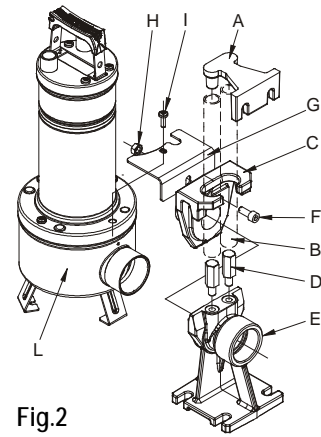

Fig.2
- 4.6 Empalmar el tubo/manguito de impulsión directamente en la boca de la bomba. De utilizarse la bomba en instalaciones fijas, es conveniente empalmarla a la tubería por medio de racor, para facilitar su desmontaje y reinstalación. Si se emplea un manguito, montar en la boca de la bomba un racor portagoma roscado. Poner en la rosca material adecuado para garantizar la efectiva estanqueidad (cinta de teflón o afines). Para las instalaciones fijas se aconseja utilizar el dispositivo de izado DSD2 (disponible sobre demanda - Fig.2), con el fin de facilitar así las operaciones de mantenimiento de la electrobomba. Se insertará entre la boca de impulsión de la electrobomba y la tubería para evitar, en las operaciones de mantenimiento, tener que desmontar el tubo de impulsión. El dispositivo DSD2 está constituido por 8 piezas, más una no suministrada (tubos de 3/4").
Extraer la corredera del pie de acoplamiento y empalmarla a la boca de impulsión de la bomba. Fijar la corredera a la bomba como se indica en la figura, por medio del tornillo (F) y de la tuerca (H). Volver a colocar el conjunto corredera/bomba en el pie (Fig.2)